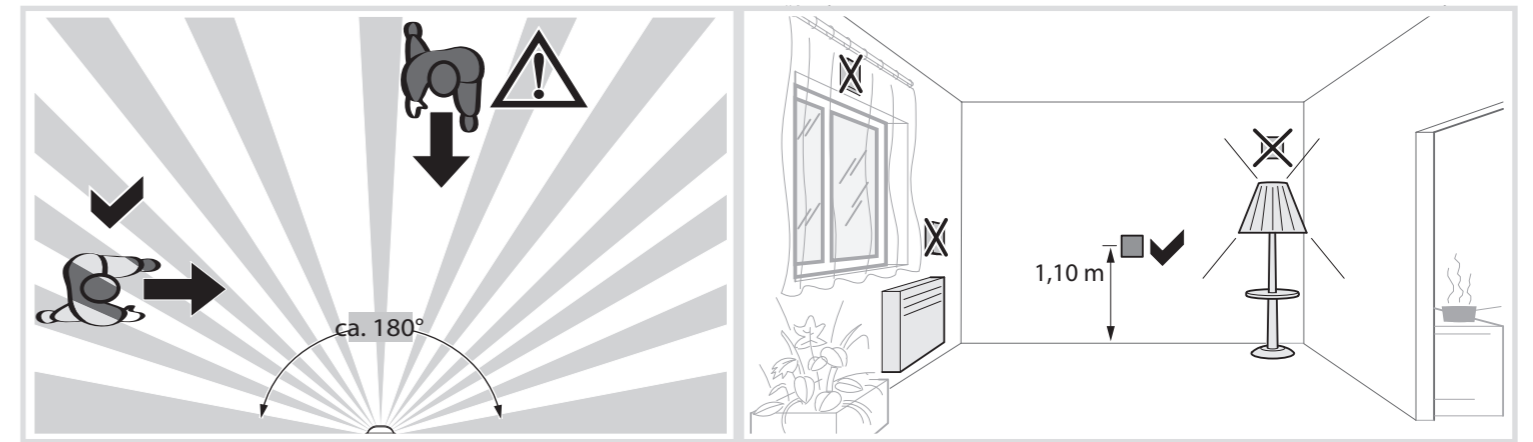
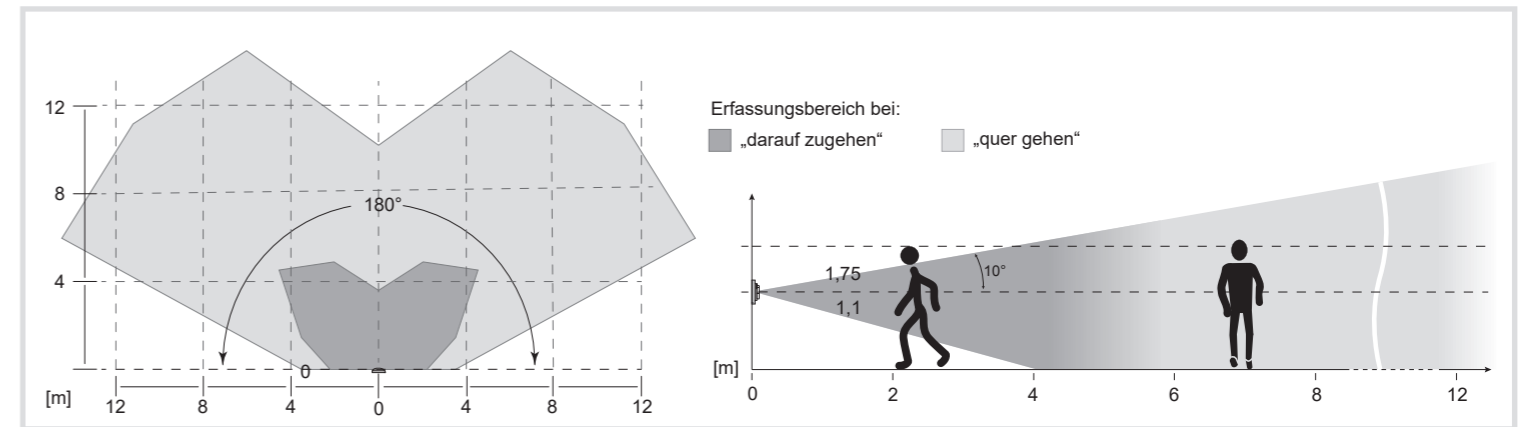

Bild 4: Montageort von Bewegungsmeldern und Bewegungsrichtung
Bild 5: Erfassungsbereich des Bewegungsmelders bei Nennmontagehöhe 1,1 m
- Bewegungsrichtung beachten: Unterschiede wird zwischen „darauf zugehen“ und „quer gehen“. Bewegungen quer zum Bewegungsmelder können besser erfasst werden als Bewegungen auf den Bewegungsmelder zu (Bild 4, Bild 5).
- Störquellen im Erfassungsbereich (Bild 5) vermeiden. Störquellen, z. B. Heizkörper, Lüftungs-, Klimaanlage und abkühlende Leuchtmittel können zu ungewollten Schaltungen führen.